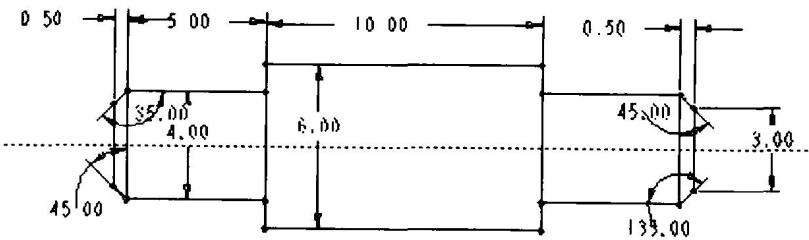

图 1.11 标注倒角角度
(7) **添加尺寸标注。**定义倒角斜度为 45° 。单击【草绘】工具栏中的【添加标注】命令图标“”，如图 1.8 所示。选择倒角的两条边，标注角度为 45° 和 135° ，如图 1.11 所示。